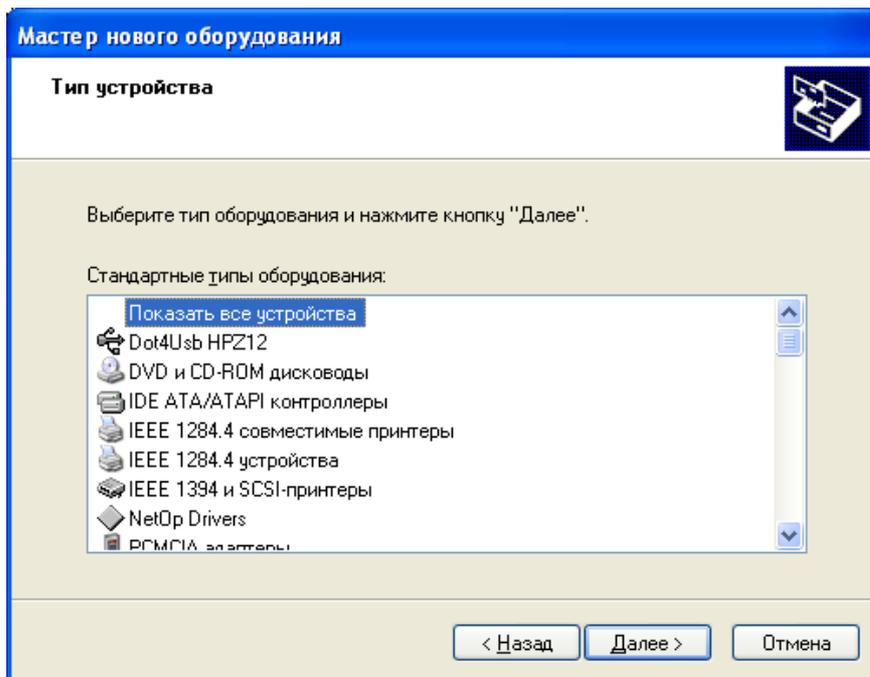

Рисунок 4
2.2.3.4 В меню «Тип устройства» (рисунок 4) нажать кнопку «Далее», через несколько секунд появится список производителей оборудования и предлагаемых к ним драйверов в соответствии с рисунком 5. Необходимо выбрать «Установить с диска».